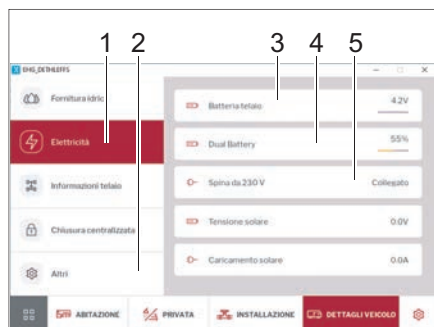

Fig. 265 Eletticità e temperatura interna
- Digitare il pulsante *Elettricità* (Fig. 265,1).
Vengono visualizzati la tensione di batteria del veicolo (Fig. 265,3), lo stato di carica della batteria a montaggio in %, ossia la tensione di carica della batteria AGM in volt (Fig. 265,4) e lo stato dell'alimentazione a 230 V (Fig. 265,5).
- Digitare il pulsante *Altro* (Fig. 265,2).